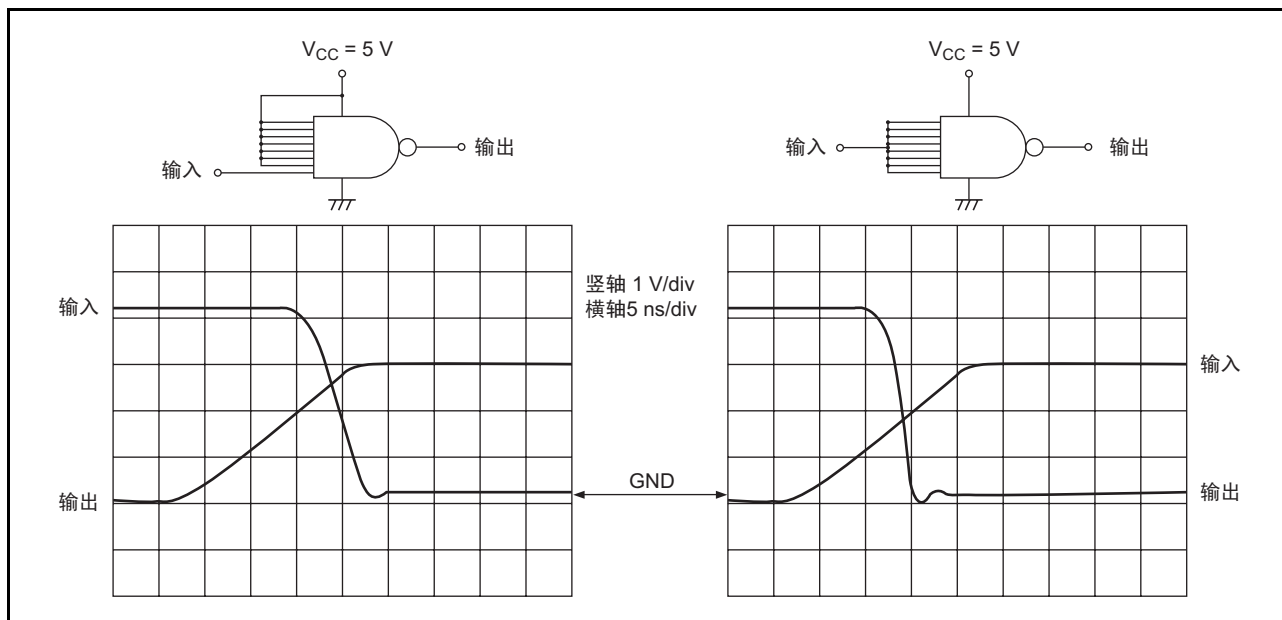

图6 输入引脚引起的 $t_{PHL}$ 波形变动（HD74LS30）
- 必须注意：如果将不用的输入引脚连接到同一个门使用的输入引脚，如同图6所示的HD74LS30（8路输入NAND门电路） $t_{PHL}$ 波形，当连接的输入数增加时， $t_{PHL}$ 可能会大幅度地缩短，并降低AC噪声的容限。